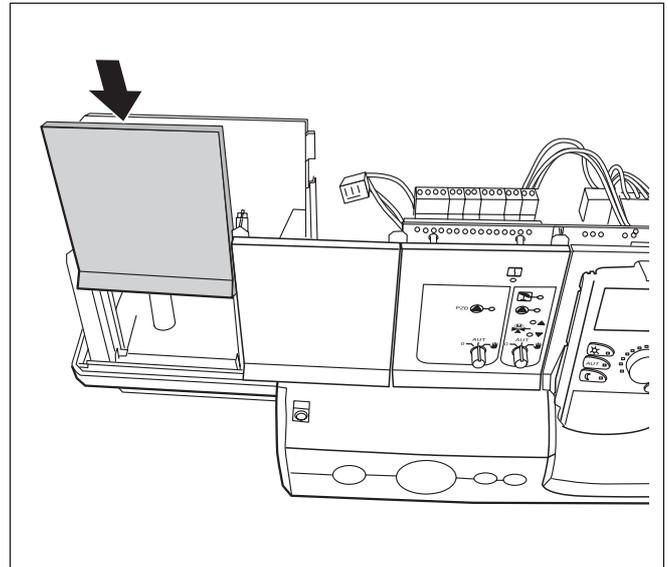

Abb. 11 Blindplatte einstecken
- Falls Sie kein neues Modul einstecken, die entstandene Öffnung mit einer Blindplatte verschließen (Abb. 11).